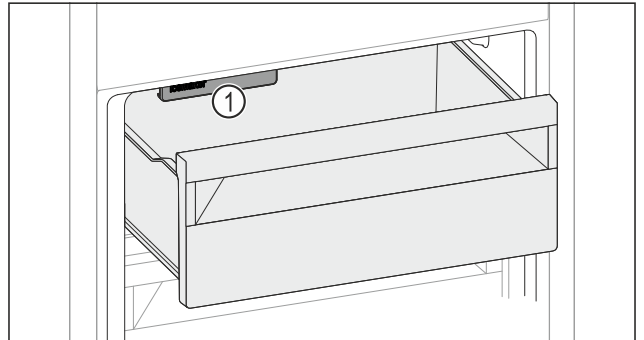

Fig. 115
- ▶ Upoštevajte IceMaker Fig. 115 (1).